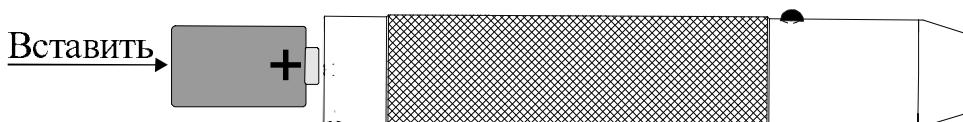

Рис. 5
- вставить новую литиевую батарею(Рис.5);